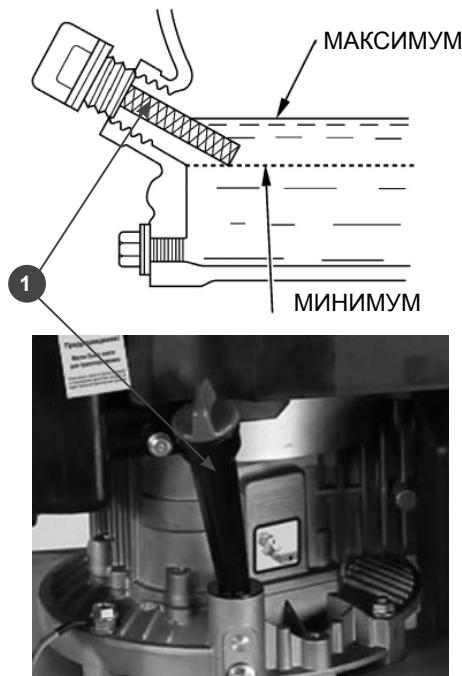

Рис.3
- Извлеките щуп (1) Рис.3 и протрите его чистой тряпкой. Установите его, не закручивая, в маслозаливную горловину.